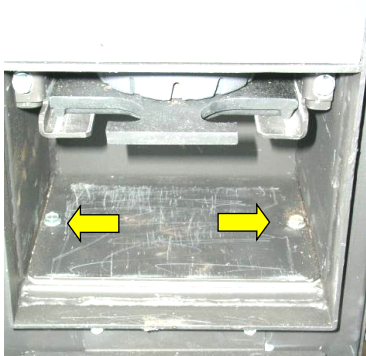

Abb. 59: Bodenblech Gebläse entfernen
- Bodenblech über dem Gebläse entfernen, dabei 2 Schrauben lösen (Abb. 59).